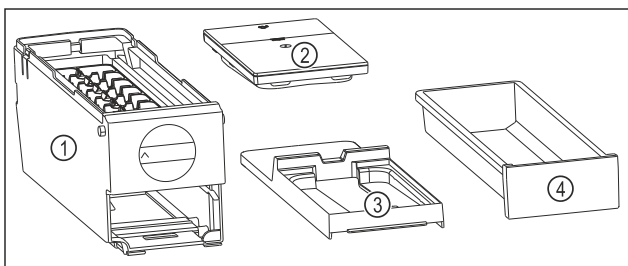

Fig. 106 Bestandteile des EasyTwist-Ice
- ▶ EasyTwist-Ice ist in vier Teile zerlegt. (siehe Fig. 106)
- ▶ EasyTwist-Ice nur in abgebildete Bestandteile zerlegen. (siehe Fig. 106)
- ▶ EasyTwist-Ice-Korpus Fig. 106 (1) als Ganzes reinigen.